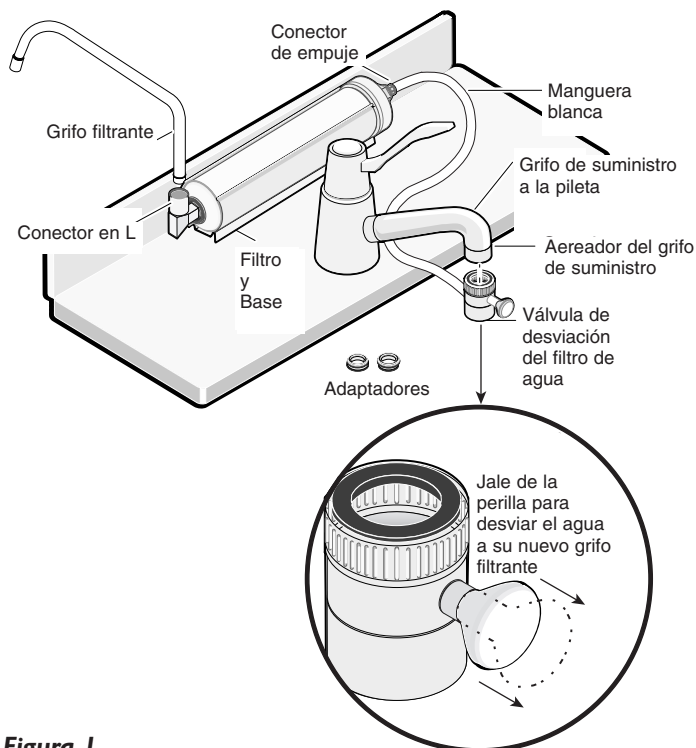

Figura 1
1. Coloque el filtro y la base detrás del grifo o a un costado del mismo, en donde el espacio así lo permita. Consulte la Figura 1.